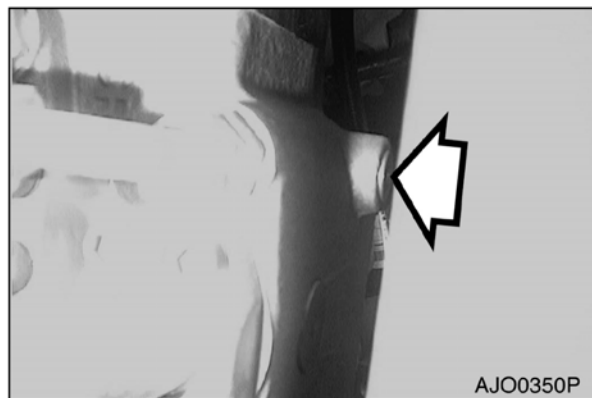

Рис. 96
2. Отрегулируйте картридж предохранительного клапана на усилителе (рис. 96). Картридж должен быть отрегулирован для открытия при 185 ± 5 кг/см².